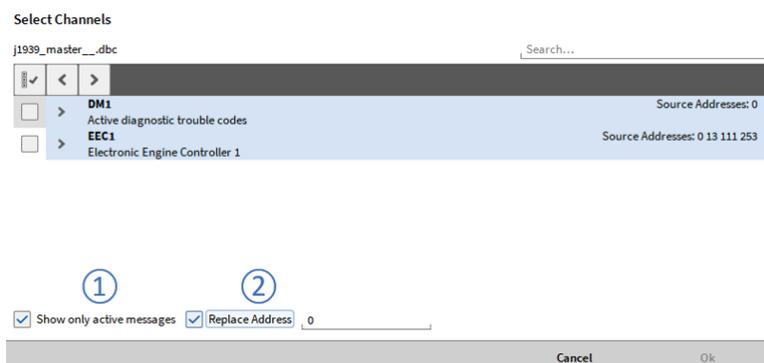

Abb. 7.211: Kanalauswahl für SAE J1939-Nachrichten und -Signale
Wenn eine dbc- oder arxml-Datei geladen wird, die J1939-Nachrichten enthält, wird die Quelladresse angezeigt, wenn *Nur aktive Nachrichten anzeigen* aktiviert ist (siehe ① in Abb. 7.211).
Durch Auswahl von *Adresse ersetzen* ist es möglich, die aktuelle Quelladresse der dedizierten Nachricht durch eine benutzerdefinierte zu ersetzen (siehe ② in Abb. 7.211).